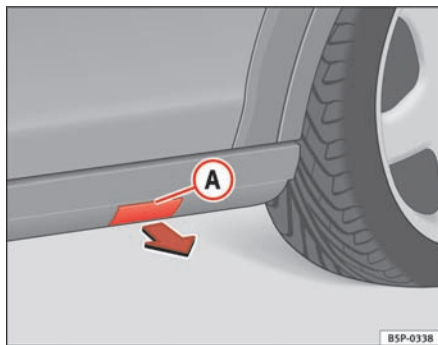

Fig. 182 Kunststoftrinliste med afdækning som løftepunkt til donkraften
- Tag afdækningen (A) af, så løftepunkterne til donkraften er fri ⇒ fig. 182.
- Træk afdækningen af i pilens retning ⇒ fig. 182.